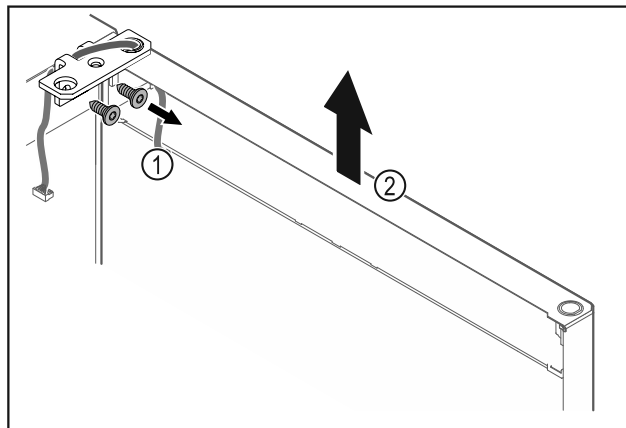

Fig. 17
- ▶ Kruvige šarniirnergik Fig. 17 (1) maha.
- ▶ Tõstke ust koos šarniirnergikuga Fig. 17 (2) umbes 200 mm otse ülespoole ja võtke maha.